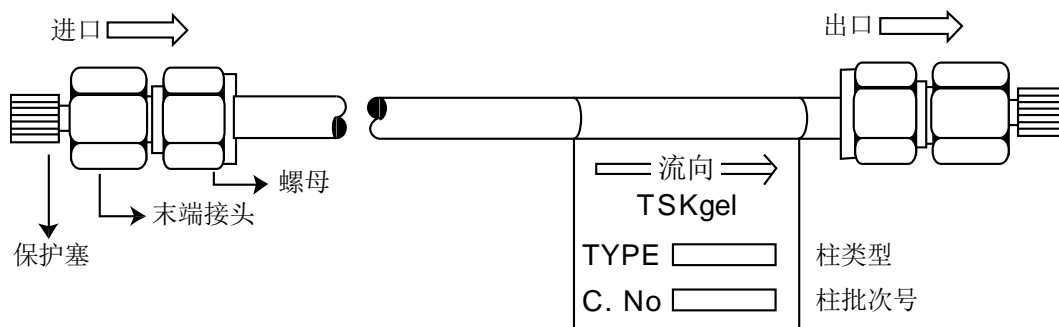

图 2 色谱柱部件
- (1) 确认柱标牌上的产品名称正确无误。
- (2) 每根色谱柱都配有一个连接螺母用于连接 1/16 英寸的毛细管管路。连接螺母以美国标准的压缩接头和金属环方式设计的。
- (3) 根据图 2 中色谱柱柱标牌上的或蚀刻的箭头方向确认色谱柱的进液方向。仅可从进口侧向色谱柱注入溶剂。只有按色谱柱上标示的进液方向进行进液时，才能获得色谱柱的最佳分辨率。
- (4) 请使用流动相清除管路中的所有空气。这有助于防止空气进入色谱柱。管路中的空气会对柱效造成严重损害。
- (5) 请先将流速设置为实际操作流速的一半。确认系统中的溶剂可以顺畅地从管路末端流出。
- (6) 从色谱柱上取下保护塞，将进样器前面的管路连接到色谱柱的进口。请将管路完全插入压缩接头后再拧紧，确保将死体积降到最小。请务必将设备中的死体积降到最小。
- (7) 溶剂从色谱柱的出口侧流出后，请将色谱柱连接到检测器。
- (8) 以最终流速一半以下的流速注入溶剂。避免色谱柱受到突然的压力变化。
- (9) 色谱柱对压降的脉动式变化非常敏感。请使用没有脉冲的泵。
- (10) 使用前，请向色谱柱注入至少 10 倍柱体积的溶剂平衡色谱柱。